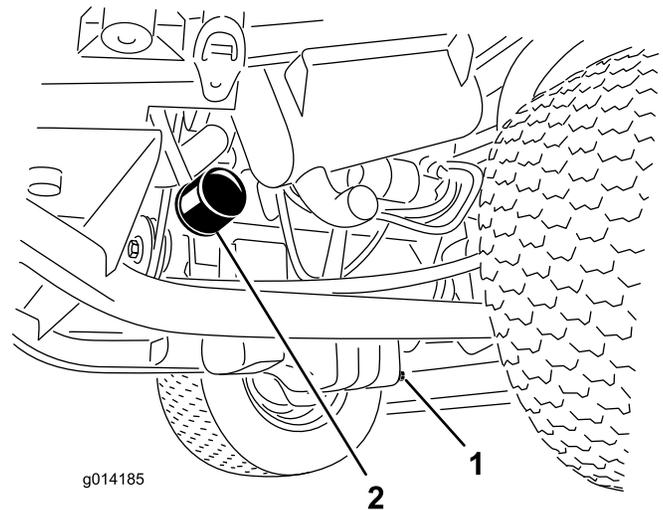

Figura 37
1. Togliete il tappo di spurgo (Figura 37) e lasciate defluire l'olio in una bacinella.
3. Togliete il filtro dell'olio (Figura 37).